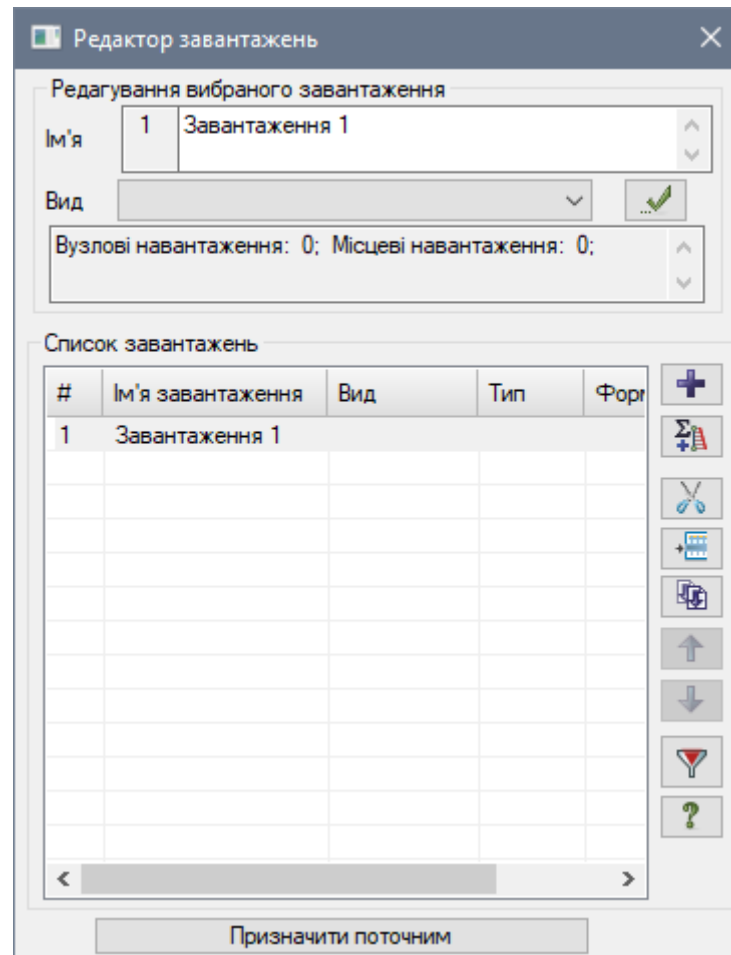

Рис. 1.12. Діалогове вікно Редактор завантажень
(рис. 1.12), яке відкривається після натискання на кнопку  – **Редактор завантажень** (панель **Навантаження** на вкладці **Створення та редагування**). За умовчанням, на початку роботи програми, прийнято ім'я **Завантаження 1**. Вид завантаження дозволяє автоматично формувати таблицю РСЗ з параметрами, прийнятими за умовчанням. Взаємозв'язок між завантаженими задається в таблиці РСЗ.
- Відкрийте діалогове вікно **Редактор завантажень** (рис. 1.12) натиснувши на кнопку  – **Редактор завантажень** (панель **Навантаження** на вкладці **Створення та редагування**).
Так як вид завантажень задавався в діалоговому вікні **Редактор завантажень** (рис. 1.12) таблицю РСЗ можна сформуванати с параметрами, прийнятими за умовчанням для кожного